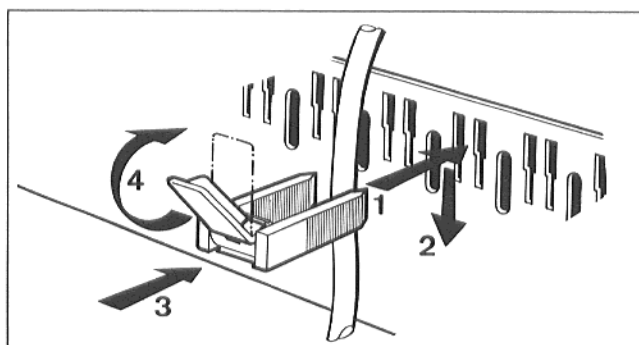

Рис. 41 – деталь "А" – зажим
- Зажим, для крепления кабеля с вложенным проводом, вставить сверху в шлицы рамы зажимов; при этом ребро рычажка должно показывать вверх. Передвинуть зажим для крепления кабеля вниз, вдавливая его при этом. Рычажок переставить вверх (рис. 41).